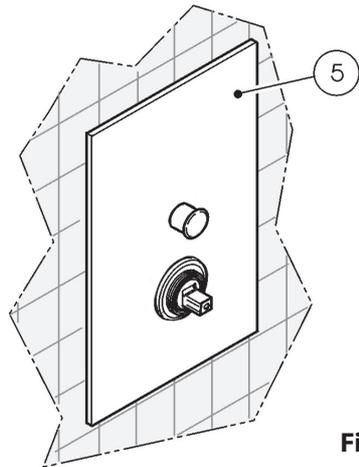

Fig. 8
- Montare il rosone di copertura (5). (Fig.8)
- Mount the wall trim (5) (Fig.8).
- Mit der Abdeckplatte abdecken (5). (Abb. 8)
- Monter la plaque (5). (Fig.8)
- Coloque el florón (5). (Fig.8)
- Установить наружную накладку (5). (Рис.8)